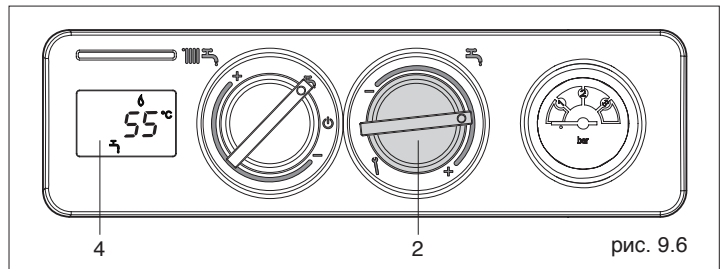

рис. 9.6
- **Регулирование температуры горячей воды:** Для регулировки температуры горячей воды (санузлы, душ, кухня и прочее) поворачивайте ручку (2, рис. 9.6) внутри зоны, обозначенной знаками + и -. При повороте переключателя на дисплее будет отображаться заданная температура. Для того чтобы изменить температуры, вращайте переключатель до тех пор, пока на дисплее не отобразится нужное вам значение. Через несколько секунд после того как вы отпустите переключатель, на дисплее начнёт отображаться текущая температура в бойлере.